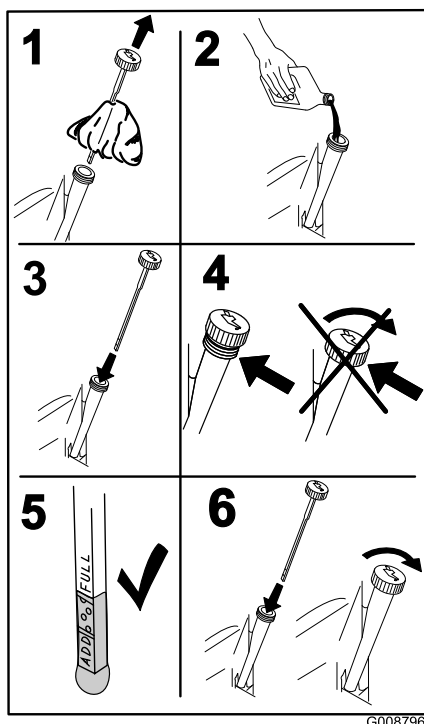

Figure 40
5. Versez lentement environ 80% de l'huile spécifiée dans le tube de remplissage puis faites l'appoint lentement jusqu'à ce que le niveau atteigne le repère du plein (**Full**) (Figure 40).